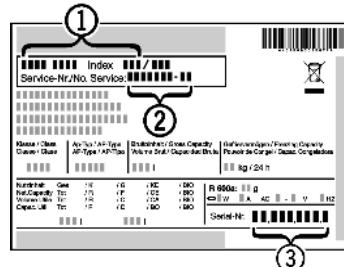

Fig. 33
- Прочетете от идентификационната табелка означението на уреда Fig. 33 (1), сервизния № Fig. 33 (2) и серийния № Fig. 33 (3). Идентификационната табелка се намира на лявата вътрешна стена на уреда.